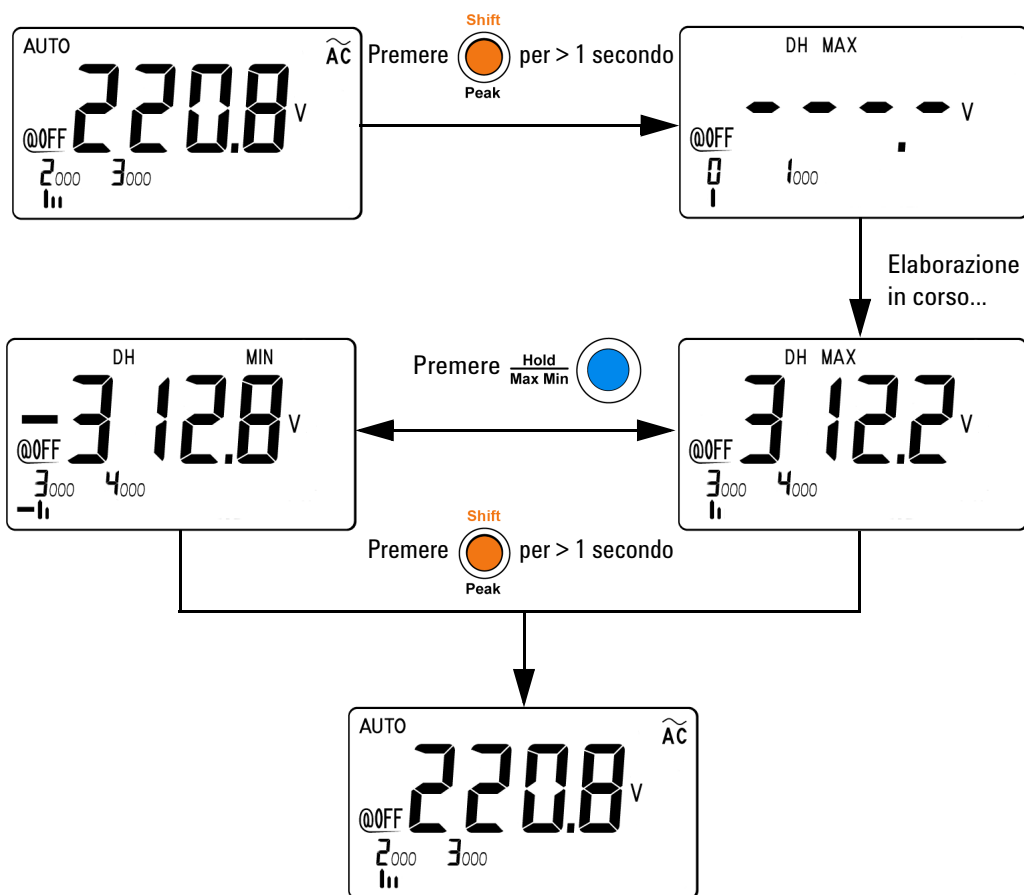

Figura 3-4 Funzionamento in modalità Peak Hold 1 ms
- 4 Nell'esempio di misurazione nella Figura 3-4 a pagina 42, il fattore di cresta sarà $312,2/220,8 = 1,414$.